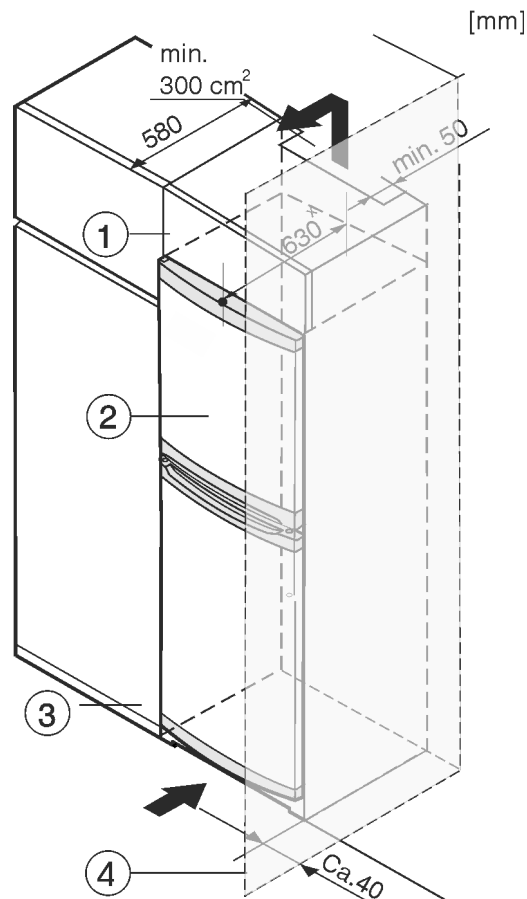

Fig. 8
Uređaj se može adaptirati za ugradnju u kuhinjske ormare. Kako biste uređaj Fig. 8 (2) prilagodili visini kuhinjskog namještaja, iznad uređaja možete postaviti viseći ormar Fig. 8 (1).
Kod adaptacije s kuhinjskim ormarima (dubina maks. 580 mm) uređaj se može postaviti izravno uz kuhinjski ormar *Fig. 8 (3)*. Uređaj stoji bočno 34 mm x i u sredini uređaja 50 mm x nasuprot pročelju kuhinjskog ormara.
Kada se uređaj postavlja s okovima pored zida *Fig. 8 (4)*, razmak između uređaja i zida mora iznositi najmanje 40 mm. To odgovara stajanju ručice kod otvorenih vrata.